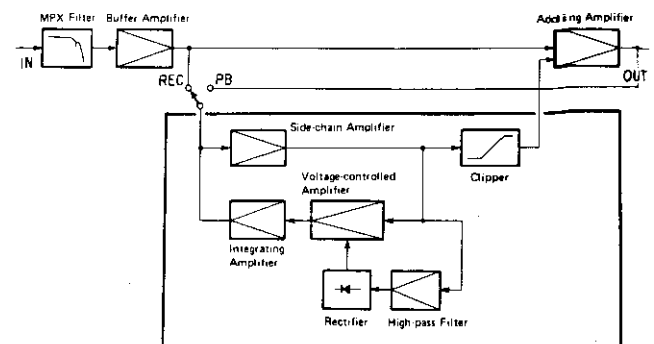

Fig. 3
- **Dolby IC (PA4002, Fig. 3)**